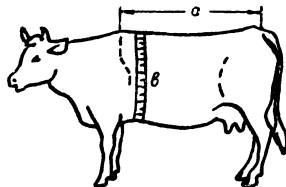

Рис. 9. Обмеры коровы
1. Измеряют в сантиметрах (рис. 9) объем груди за лопаткой (b) и длину спины от начала лопатки до корня хвоста (a). Полученные результаты перемножают, удваивают и делят на 100. Например, при $b = 170 \text{ см}$ и $a = 175 \text{ см}$ живой вес коровы составит: